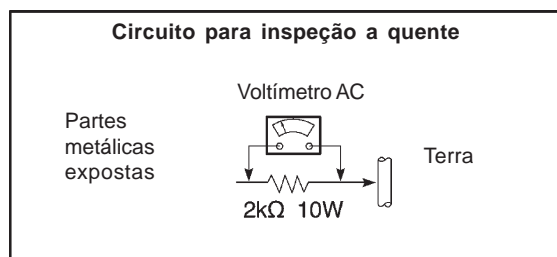

Fig. 1
### INSPEÇÃO DE FUGA DE CORRENTE (INSPEÇÃO A QUENTE) (FIG. 1)
4. Meça cada parte metálica exposta com voltímetro e o resistor (Fig.1).